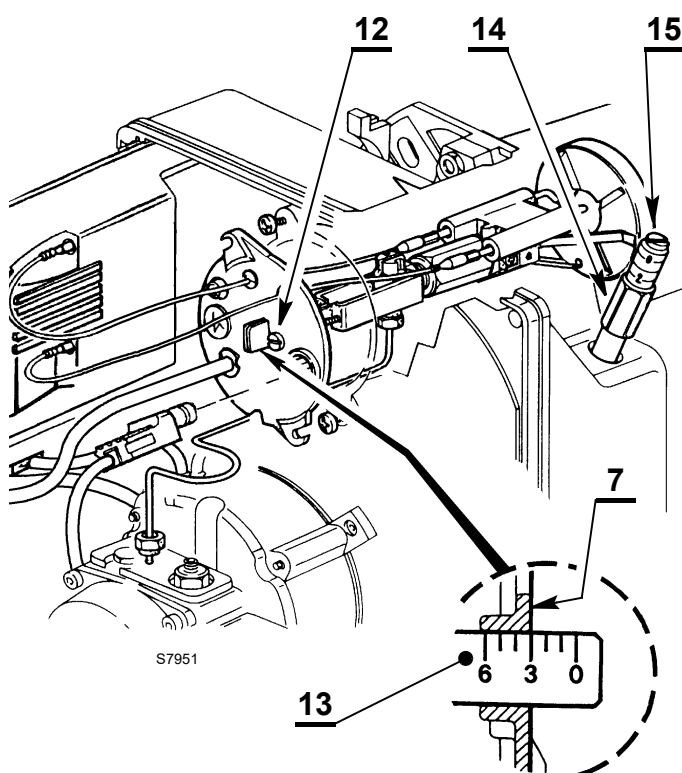

Fig. 9
- ruotare in senso orario o antiorario la vite di regolazione 12)(Fig. 9) fino a che la tacca incisa sulla staffa di regolazione 13)(Fig. 9) coincide con il piano esterno del gruppo portaugello 7)(Fig. 9).
- allentare il dado 14)(Fig. 9) e tarare la serranda agendo sulla vite 15)(Fig. 9).